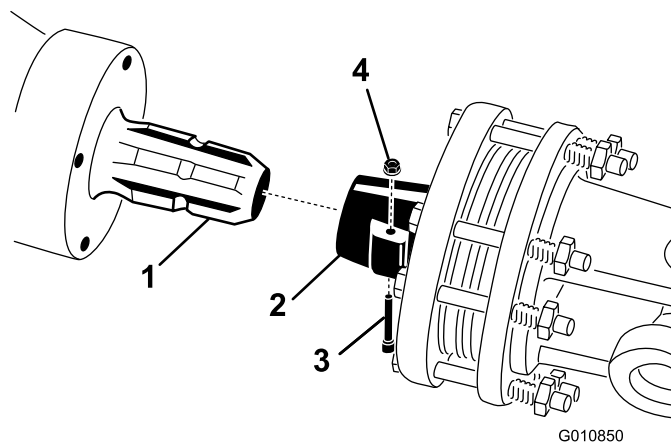

図 17
1. PTO シャフトからピンとナットを外す (図 17)。
2. いま取り外したピンとナットを使って、PTO シャフトのクラッチ側の端部を、エアレータのギア・ボックスの入力シャフトに接続する (図 17)。ピンは一方向にしか差し込めない構造である。